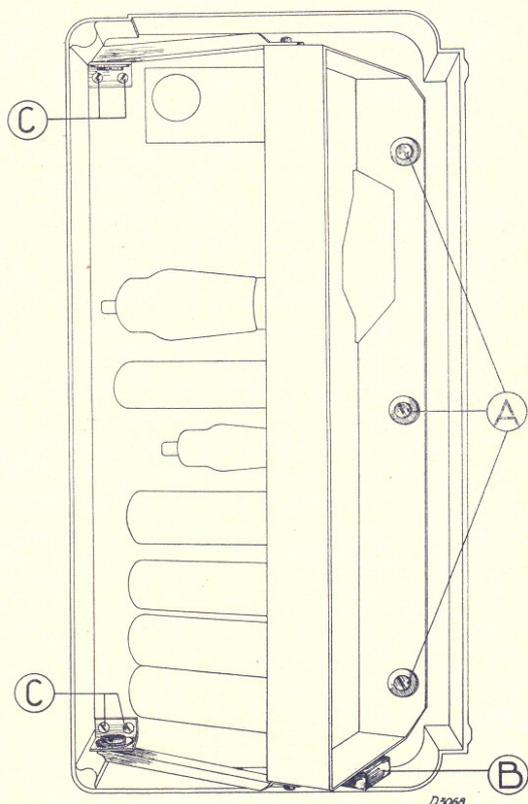

Fig. 7
2. Dévissez les 3 boulons A (fig. 7).
4. Soutenir le châssis à l'endroit B (fig. 7) à l'aide d'une cale de bois, afin d'éviter que les étriers de suspension ne se tordent.